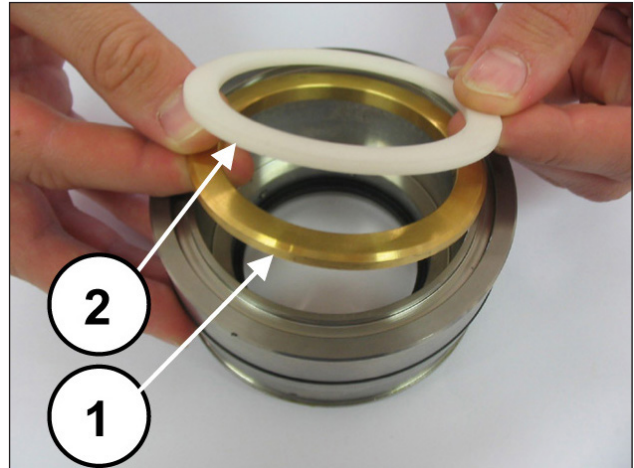
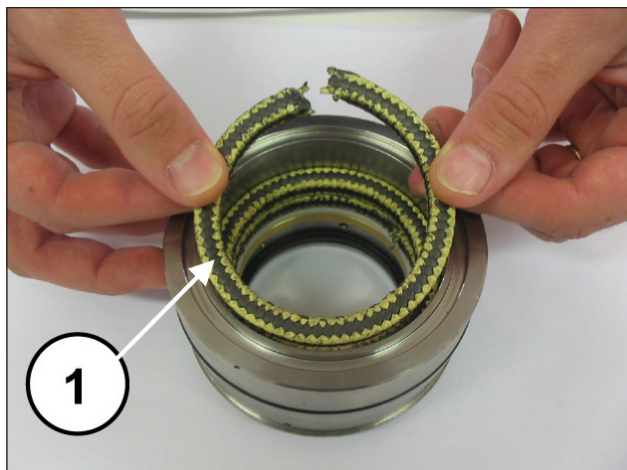
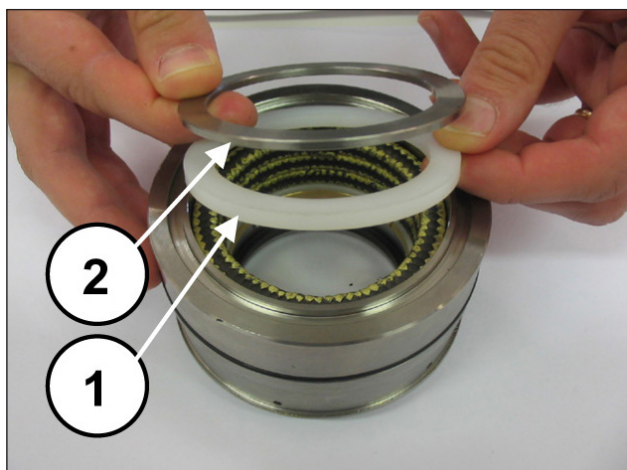

Fig. 165
Fig. 166
Fig. 167
Monter l'anneau de support et la bague anti-extrusion (rep. ①②, Fig. 165), les trois presse-étoupes, en s'assurant que les entailles se trouvent à 120° l'une par rapport à l'autre (rep. ①, Fig. 166), l'anneau racler des presse-étoupes et l'anneau du ressort (rep. ①②, Fig. 167).